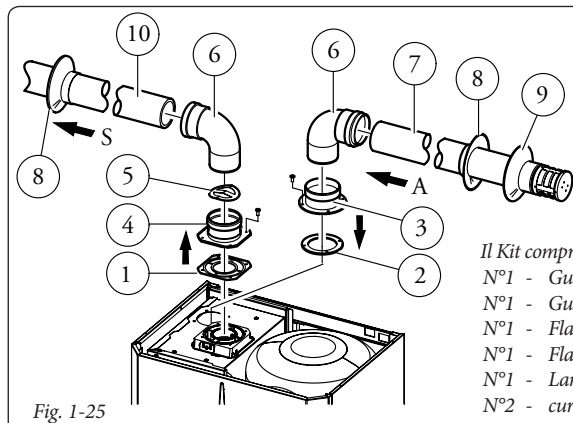

Fig. 1-25
- Kit separatore Ø 80/80. Questo Kit consente l'aspirazione dell'aria all'esterno dell'abitazione e lo scarico dei fumi in canna fumaria (Fig. 1-25 + 1-31). Il condotto più interno serve per lo scarico dei prodotti della combustione in canna fumaria, mentre il condotto più esterno serve per l'aspirazione dell'aria all'esterno dell'abitazione. Entrambi i condotti possono essere orientati in qualsiasi direzione.
Kit separatore Ø 80/80. Il kit separatore Ø 80/80, consente di separare i condotti di scarico fumi e aspirazione aria secondo lo schema riportato in figura (Fig. 1-25). Dal condotto (S) vengono espulsi i prodotti della combustione. Dal condotto (A) viene aspirata l'aria necessaria per la combustione. Entrambi i condotti possono essere orientati in qualsiasi direzione.
- Montaggio kit separatore Ø 80/80. Installare la flangia (4) sul foro più interno della caldaia interponendo la guarnizione (1) e serrare con le viti a testa esagonale e punta piatta presenti nel kit, inserire al suo interno fino a portarlo in battuta il lamierino antipulsazione (5). Togliere la flangia piatta presente nel foro più esterno e sostituirla con la flangia (3) interponendo la guarnizione (2) già presente in caldaia e serrare con le viti autofilettanti con punta in dotazione. Innestare le curve (6) con lato maschio (liscio) nel lato femmina delle flange (3 e 4). Innestare il terminale di aspirazione (7) con lato maschio